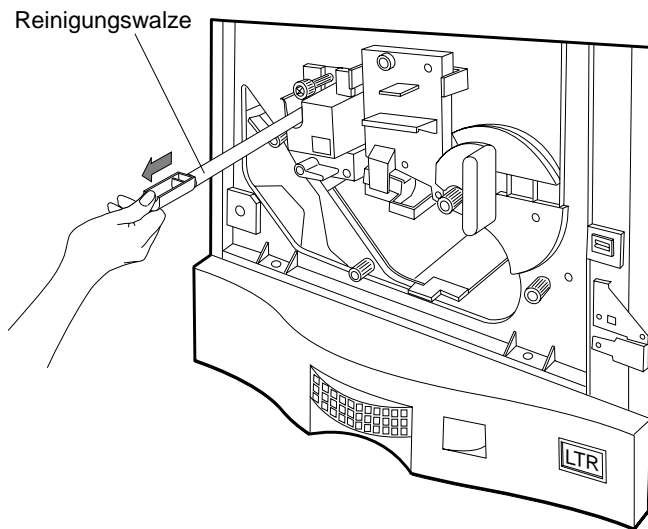

Abbildung 4-6 Entfernen der Reinigungswalze
2. Ziehen Sie die alte Reinigungswalze heraus, wie in Abbildung 4-6 gezeigt.